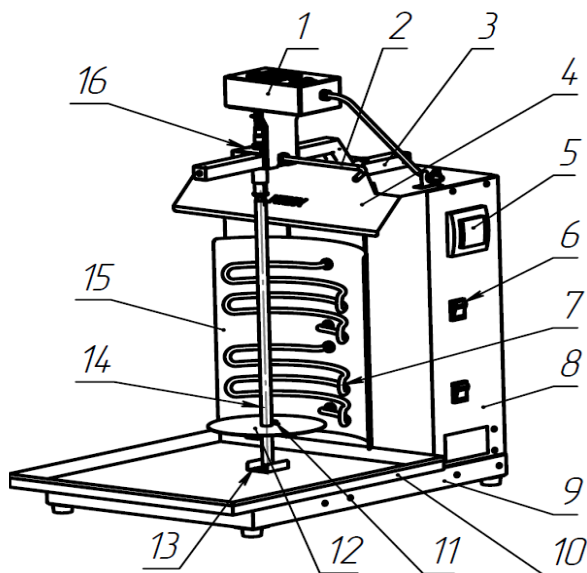

Рис.2
4.5. Разместить фиксатор привода (16) на штанге (3) и закрепить его с помощью фиксатора стопора (2) (рис.2).